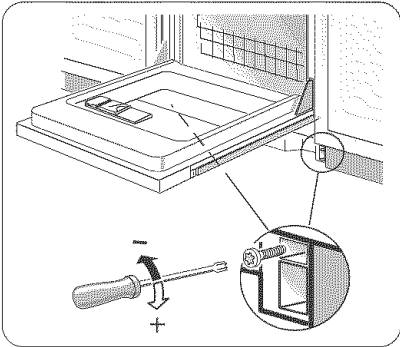

Figure 29/illus. 29
- 2) Insert the screws as shown in Figure 29. Turning the screw clockwise increases the spring tension. Turning the screws counter-clockwise decreases the spring tension.
2) Insérer les vis comme à la figure 29.
2) Introduzca los tornillos como muestra la Ilustración 29. Dele vuelta al tornillo en el sentido del reloj para aumentar la tensión del resorte. Al girar el tornillo contrario al reloj, la tensión del resorte se reduce.